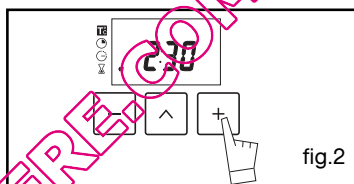

fig.2
- Appuyez sur la touche “ ^ ” pour valider ou attendre quelques secondes (fig.2).